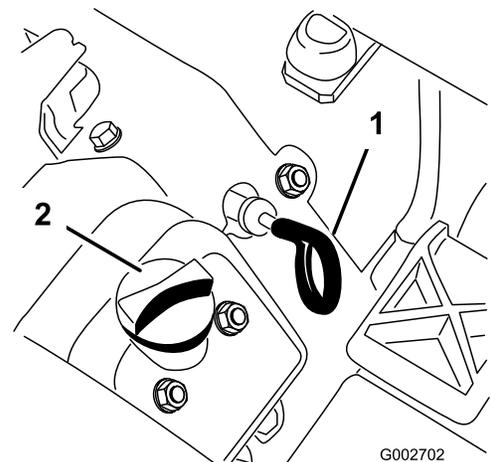

Figura 14
3. Puxe vareta (Figura 14) e limpe-a com um pano limpo.